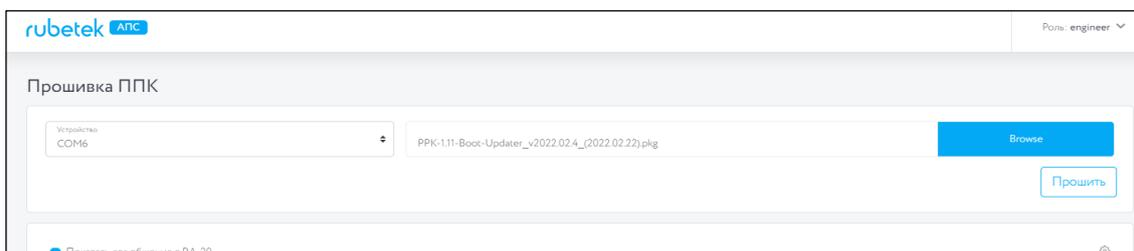

Рисунок 10 – Запуск прошивки
- Нажать кнопку **Прोшить**. Будет запущен процесс прошивки см. Рисунок 10;